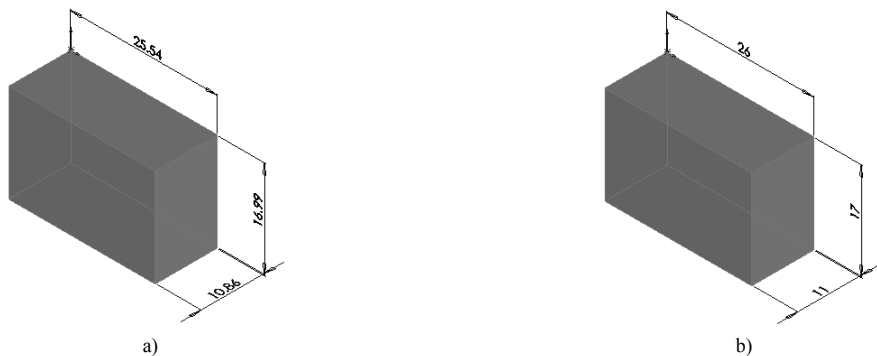

图 1-25 设置单位前后的图形比较
3) 将对话框中“基本单位”选项组中“长度”选项的“小数”设置为无, 然后单击“确定”按钮。图 1-25 所示为设置单位前后的图形比较。